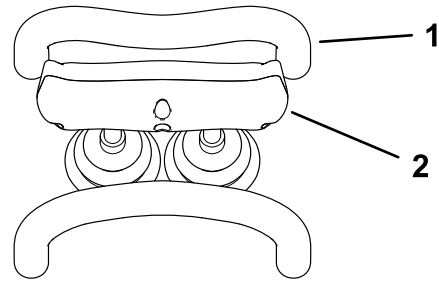

Figura 7
- Para detener la máquina, suelte el control de tracción (Figura 7).